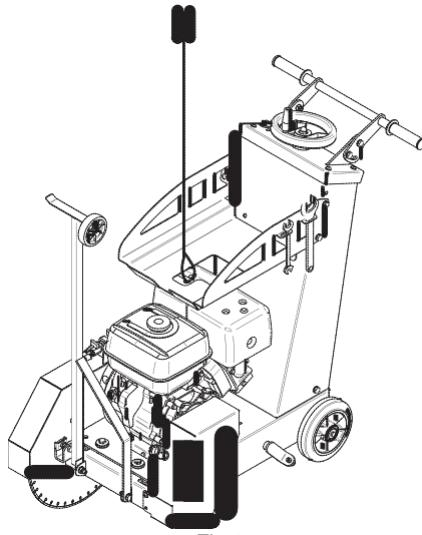

Fig.2
**8- TRANSPORTUL MASINII (FIG.2)**
16.3 - LUBRIFIERE: La fiecare 40 de ore, verificați carcasa axului suportului discului, Fig.6 Ref. 1, suportul suruburilor Fig.7 Ref.1 și surubul Fig.2 și lubrificați-le dacă este necesar.